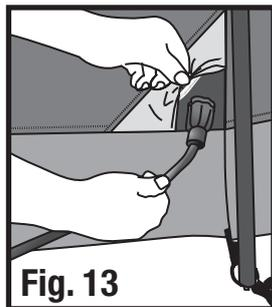

Fig. 13
**REMARQUE :** Ne vous servez que de cordons homologués UL pour l'usage en plein air. (Fig. 13)